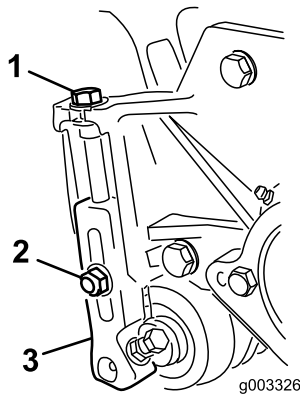

図 15
1. 刈り高アームをカッティングユニットのサイドプレートに固定しているロックナットをゆるめる (図 15)。